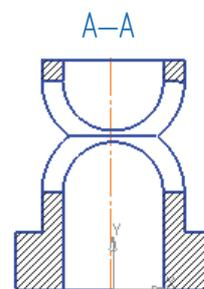

Рис. 5.27
4. Появится контур сформированного разреза А–А (рис. 5.27). Перенести его за пределы формата (временно).